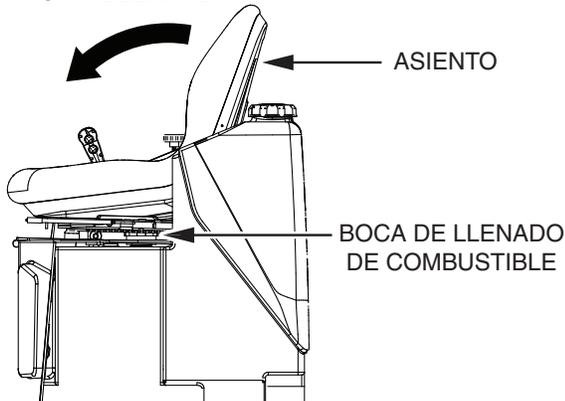

Figura 11. Acceso al tanque de combustible
2. Incline el asiento del operador (Figura 11) hacia adelante para acceder al tanque de combustible. El asiento cuenta con un cierre que bloquea el asiento cuando se inclina hacia adelante.